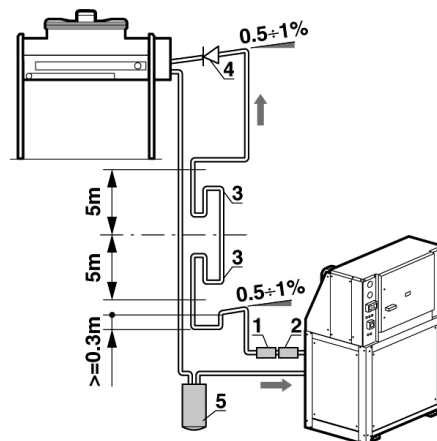

Рис. 10
• Между испарителем и выносным конденсатором желательно разместить антивибрационное устройство (1) и шумоглушитель (2), которые снизят передачу шума и вибрации (рис. 10).